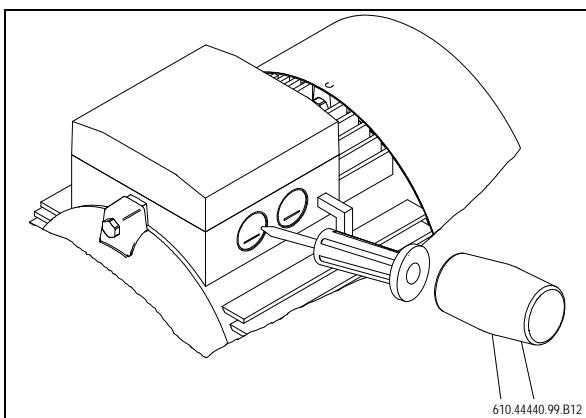

Fig. 11: Öffnungen Klemmenkasten ausschlagen
- Gusshaut / Blindstopfen sachgerecht entfernen (Fig. 11, Seite 19).